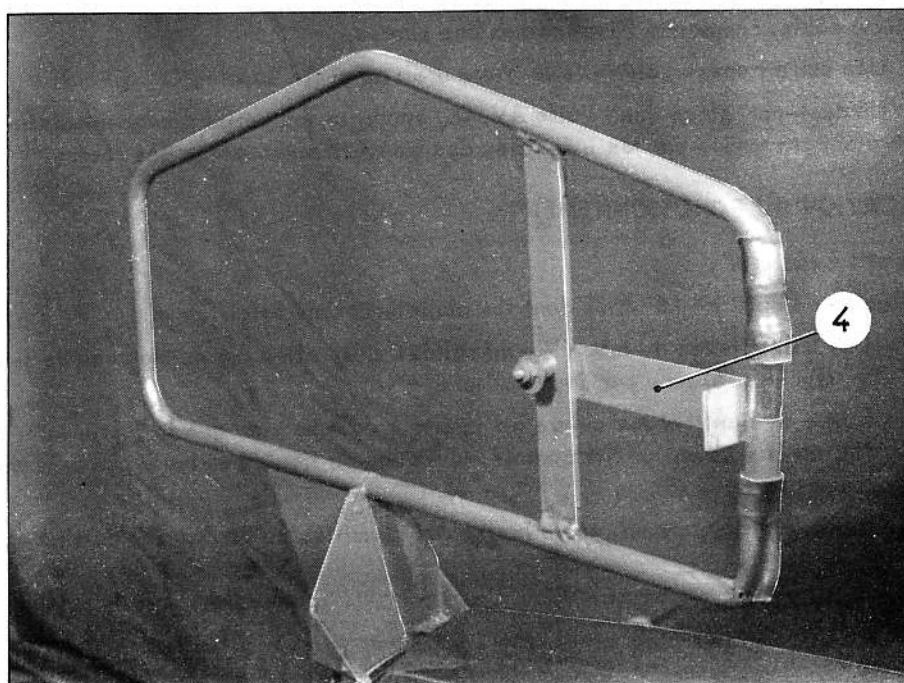

Fig. 2
- Régler l'index (4) pour que le repère tracé sur le bord tombé soit en face du niveau du liquide dans le tube plastique (fig. 2).